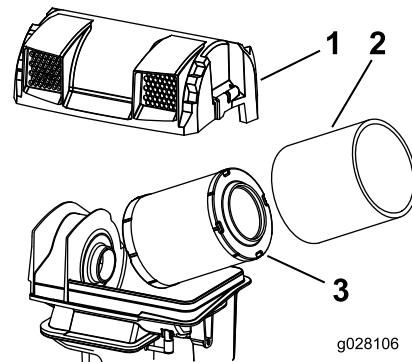

Figura 38
6. Liberte os trincos do filtro de ar e empurre a cobertura do filtro de ar para fora do corpo do filtro de ar (Figura 38).
8. Empurre suavemente o filtro primário para fora do corpo do filtro de ar (Figura 38).